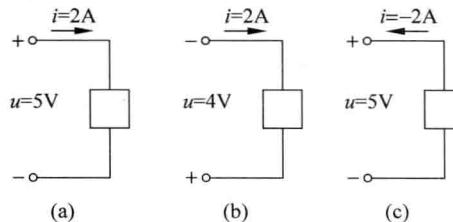

图 1-7 例 1-2 图
**例 1-2** 求图 1-7(a)、(b)、(c)所示二端网络的功率, 并说明是吸收功率还是发出功率。
解: 在图 1-7(a)中,  $u$  与  $i$  为关联参考方向, 故
在图 1-7(b)中,  $u$  与  $i$  为非关联参考方向, 故
在图 1-7(c)中,  $u$  与  $i$  为非关联参考方向, 故